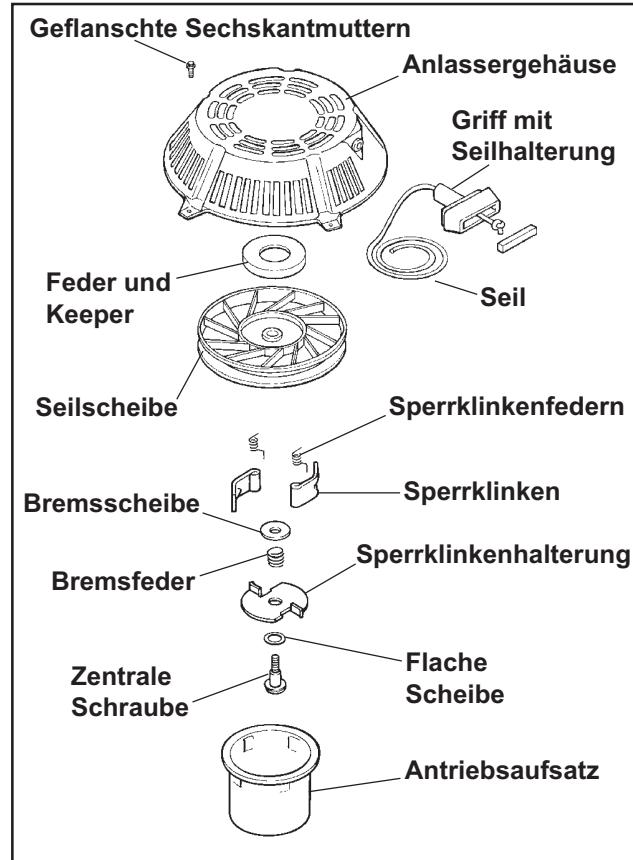

Abbildung 7-1. Seilzuganlasser - Explosionsansicht.
2. Alle verschlissenen oder beschädigten Teile austauschen. Dabei sind ausschließlich Originalersatzteile von Kohler zu verwenden, wie im Ersatzteilhandbuch angegeben. Alle in Abbildung 7-1 gezeigten Teile sind erhältlich. Keine vom Standard abweichenden Teile verwenden.